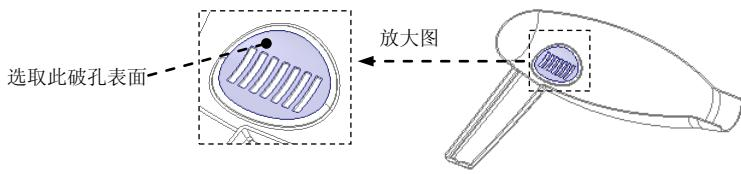

图 8.11 选取破孔表面
- (4) 单击 **模具** 功能选项卡 **操作** ▾ 区域中的“复制”按钮
- (5) 单击 **模具** 功能选项卡 **操作** ▾ 区域中的“粘贴”按钮 。系统弹出 **曲面：复制** 操控板。
- (6) 填补复制曲面上的破孔。在操控板中单击 **选项** 按钮，在“选项”界面中选中 **排除曲面并填充孔** 单选项。
- (7) 在系统  **选择封闭的边环或曲面以填充孔** 的提示下，选取图 8.11 中的破孔表面。
- (8) 在 **曲面：复制** 操控板中单击  按钮。